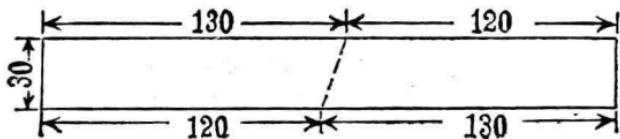
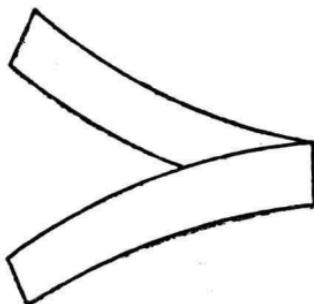

图 3
图 4
② 图序只限本节。以后各节同此。
3. 制尾翼：剪一块长 250 毫米、宽 30 毫米的图画纸，如图 3 所示的虚线弯折。然后把两端向外分开，并略带弯曲，如图 4 所示。